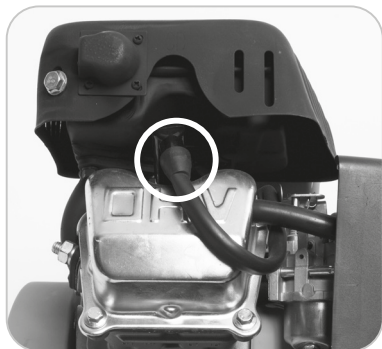

Fig. 15
- Scoateți bujia cu ajutorul cheii pentru bujie (furnizată). (Fig. 15)